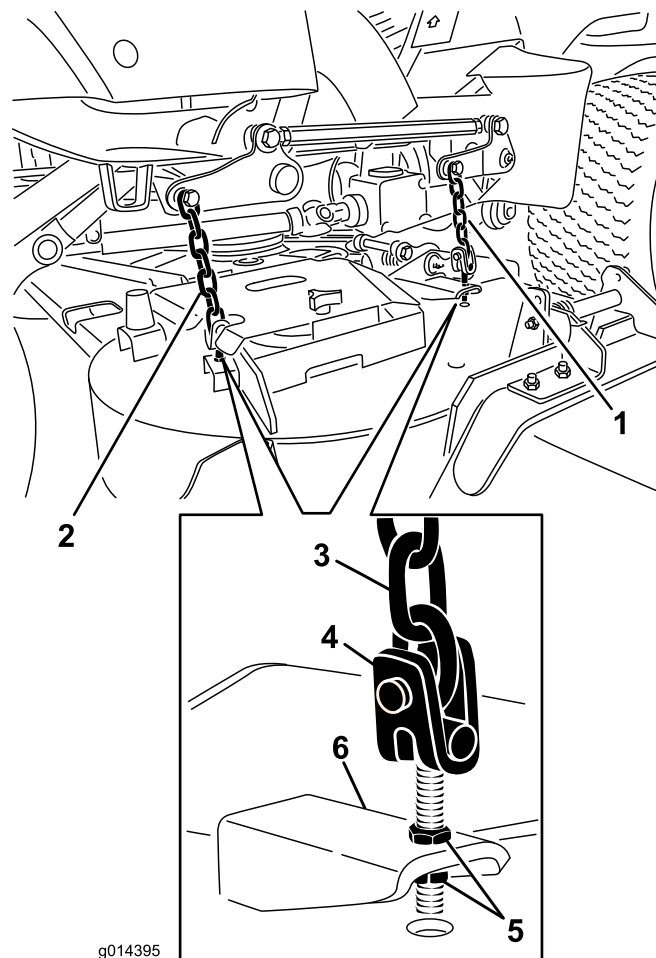

Figura 70
8. Ajuste as porcas de segurança que prendem as forquilha/correntes da plataforma à plataforma do cortador até que a plataforma do cortador fique nivelada (Figura 70).
7. Ajuste as porcas de segurança que prendem as forquilhas/correntes da plataforma traseira para elevar a traseira da plataforma de forma a que a inclinação da lâmina fique definida para 8 mm (Figura 70).